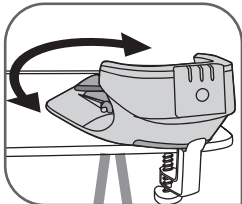

Fig.4
- Ajustați unghiul suportului pe masă – **fig.4**. Vă recomandăm să ajustați unghiul suportului pe masă la 45° pentru un confort sporit.